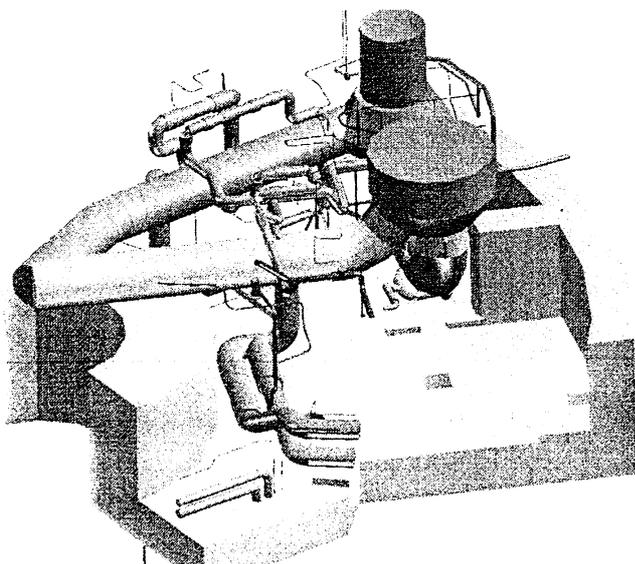

Fig. 1 : Scène complexe d'un bâtiment réacteur.
- une interface graphique CAO 3D (cf. Fig. 1) et possibilité d'importation de modélisation CAO (Solidworks par exemple) moyennant un « parseur » adapté ;